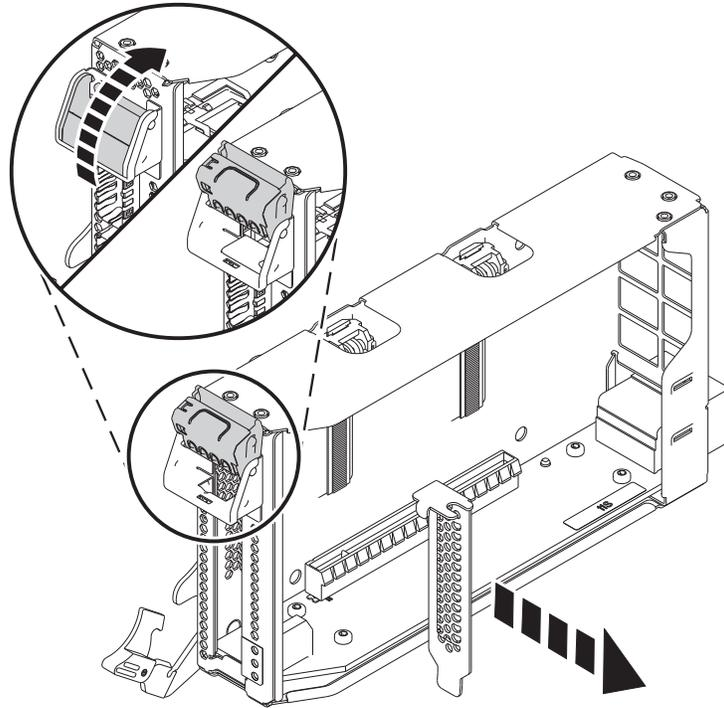

図 17. アダプター・カセットからの PCIe アダプター・フィラーの取り外し
- c. フィラーのテール・ストックをアンロックするために、19 ページの図 17 に示すように、カセットのテール・ストック側の端にあるラッチを回転させます。
- d. 19 ページの図 17 に示すように、フィラー・テール・ストックをカセットから取り外します。